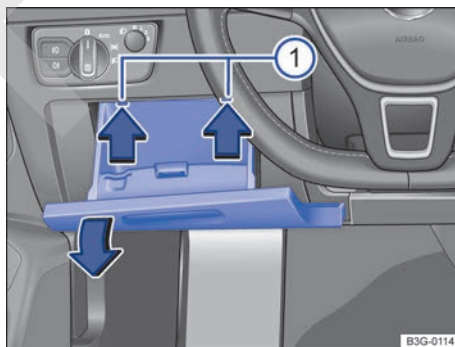

Fig. 234 Tapa de la caja de fusibles del tablero de instrumentos: vehículos con el volante a la izquierda, a la izquierda junto al volante. ▶
- Abra el portaobjetos del lado del conductor y, dado el caso, vacíelo → **fig. 234**.
- Presione las pestañas de encastre → **fig. 234** (1) hacia arriba, en el sentido de las flechas, y al mismo tiempo abra aún más el portaobjetos y retírelo hasta que se pueda acceder al portafusibles.